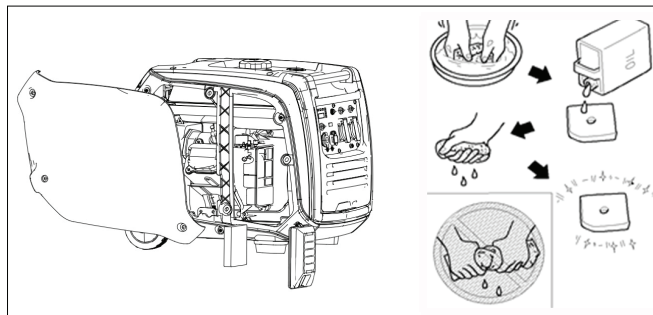

Рис. 29
- Снимите левую, относительно передней панели боковую крышку генератора модель iGX 4000W, iGX 4000AWSP (Рис. 29).